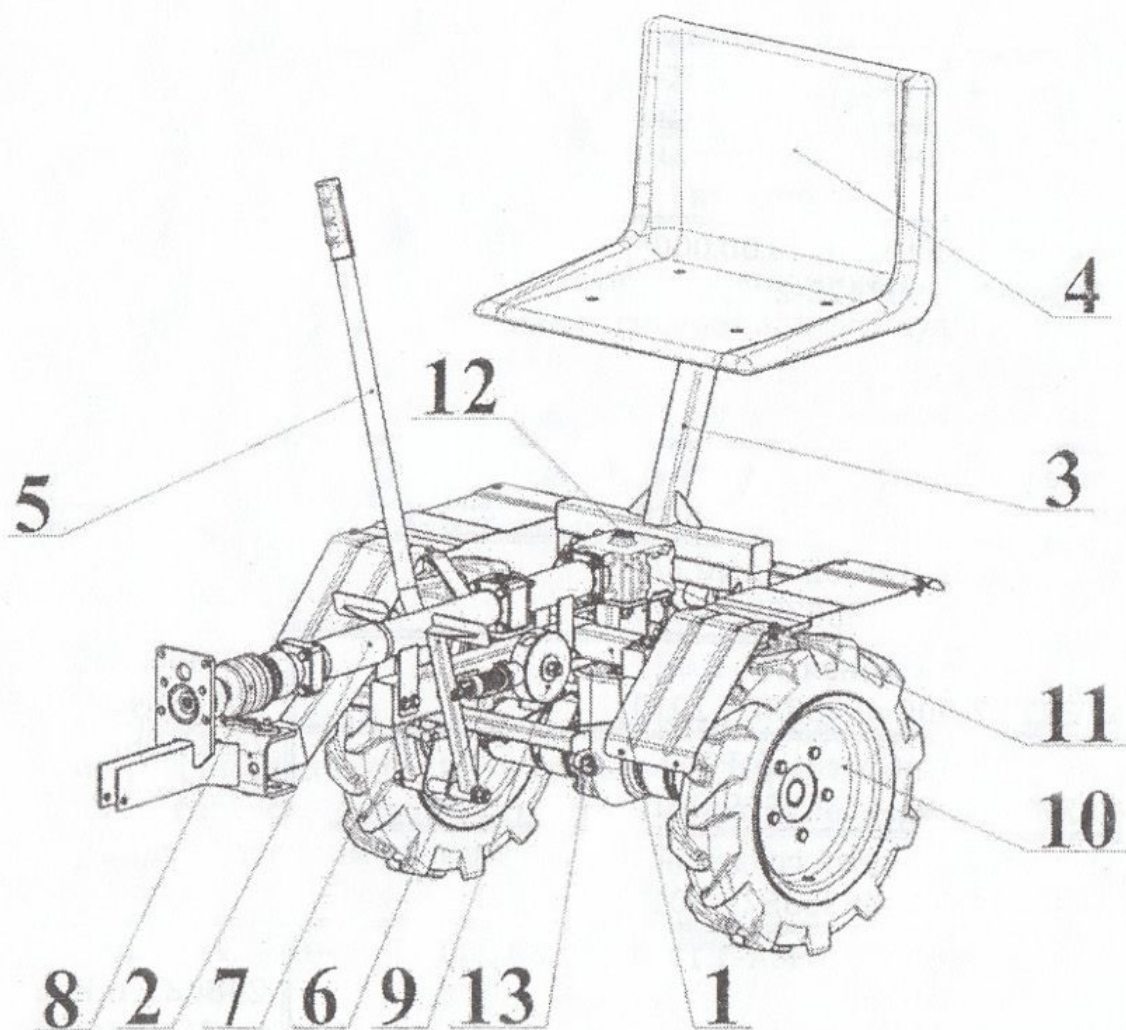

Рисунок 1
7.2.3 Одновременно с началом движения мотоблока с адаптером, с помощью рычага 5 (рисунок 1), опустите прицепной механизм с навесным орудием до его рабочего положения и зафиксируйте его.
- Произвести замену масла в трансмиссии. Для слива масла необходимо вывернуть пробку 13 (рисунок 1). Слив производить до прекращения капельной течи. Заверните сливную пробку.
- Произведите залив масла в трансмиссию, предварительно вывернув пробку 12 (рисунок 1). Объем заливаемого масла 1,0...1,1 литра. После залива масла заверните пробку 12.